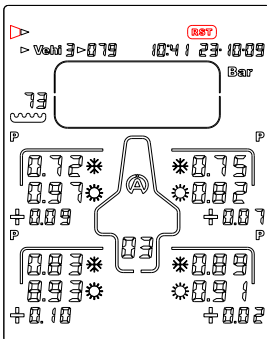

Figure 14
- 1) With the help of the buttons  , select the icon « **RST** » (figure 14)